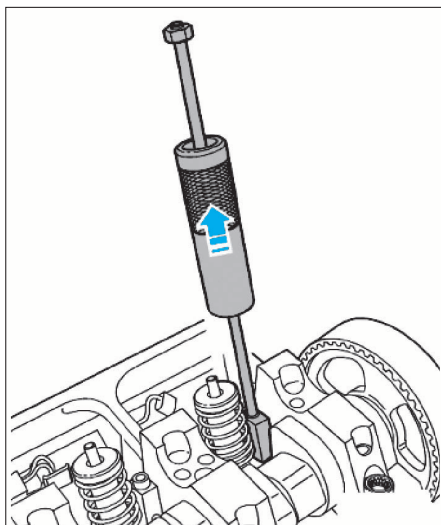

FIG. 71
- les brides de serrage des injecteurs-pompes et ces derniers en utilisant un extracteur à inertie (Fig.71).